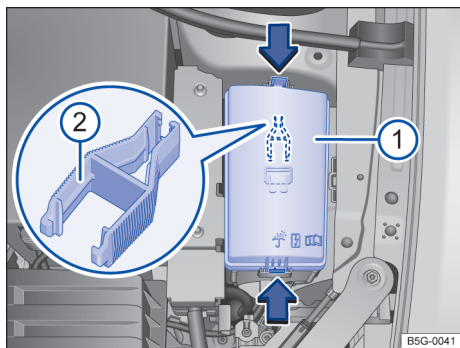

Fig. 140 No compartimento do motor: cobertura ① da caixa de fusíveis com pinça de plástico ②.
- Pressionar as travas no sentido da seta → Fig. 140 ①, para destravar a cobertura da caixa de fusíveis.
No lado interno da cobertura da caixa de fusíveis no compartimento do motor pode haver uma pinça de plástico → Fig. 140 ② para a retirada dos fusíveis.